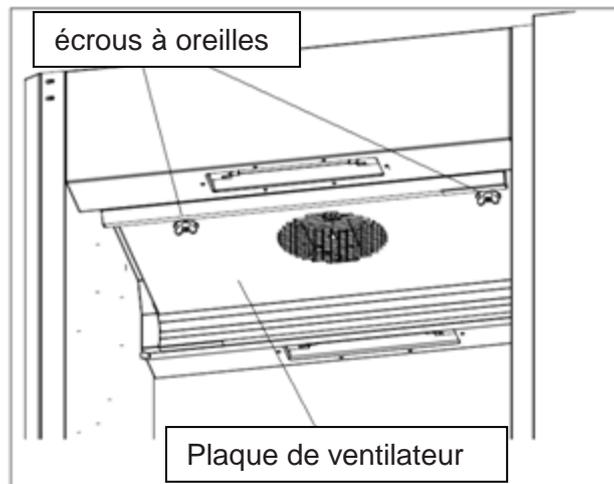

Figure 20
- Retirez la plaque de ventilateur en desserrant les deux écrous à oreilles (voir Figure 20). Cette plaque pivote en deux points sur les côtés. Après le pivotement, la plaque peut être retirée de l'unité.